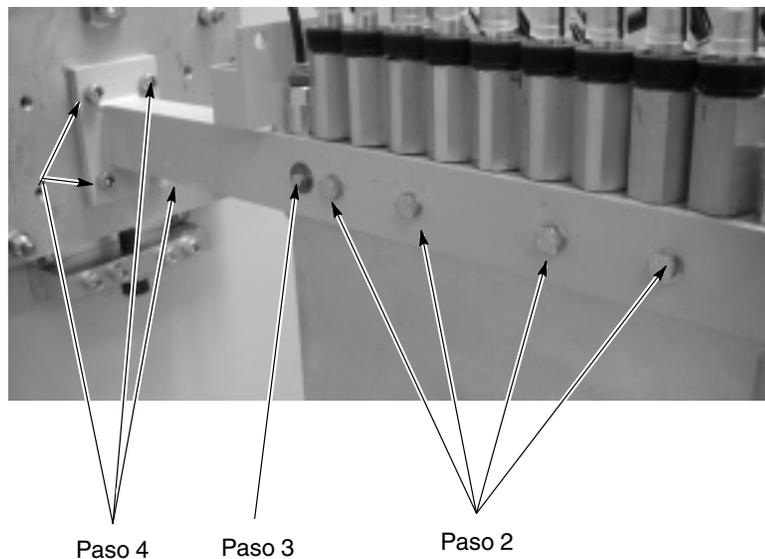

Figura 8-10 Ajuste de lanza pasos 2-4
2. Ver la figura 8-10. Soltar los pernos de 8 mm asegurando las placas de la lanza a los brazos de la lanza.